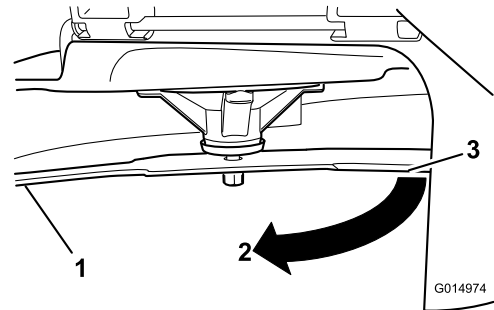

**Figura 57**
- Llevando guantes fuertemente acolchados u otro tipo de protección apropiada para las manos, gire lentamente la cuchilla hasta una posición que permita medir la distancia entre el filo de corte y la superficie nivelada en la que descansa la máquina (Figura 57).